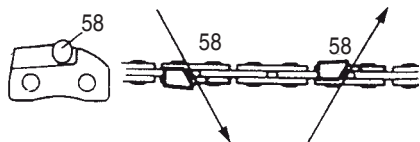

Fig. 49
Limez (58) le maillon-gouge d'un côté de la chaîne, de l'intérieur vers l'extérieur. Limez seulement avec des mouvements vers l'avant. (Fig. 49)